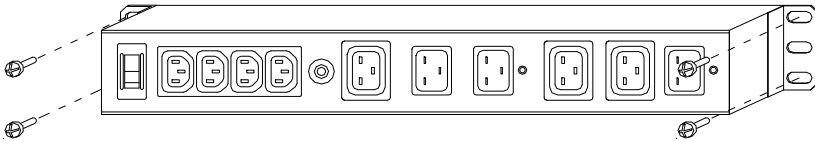

Рисунок 3 – Порядок установки модуля RBS 3K-220V на стену
7.1.4 Установку модуля на стену следует производить в следующей последовательности (рисунок 3):